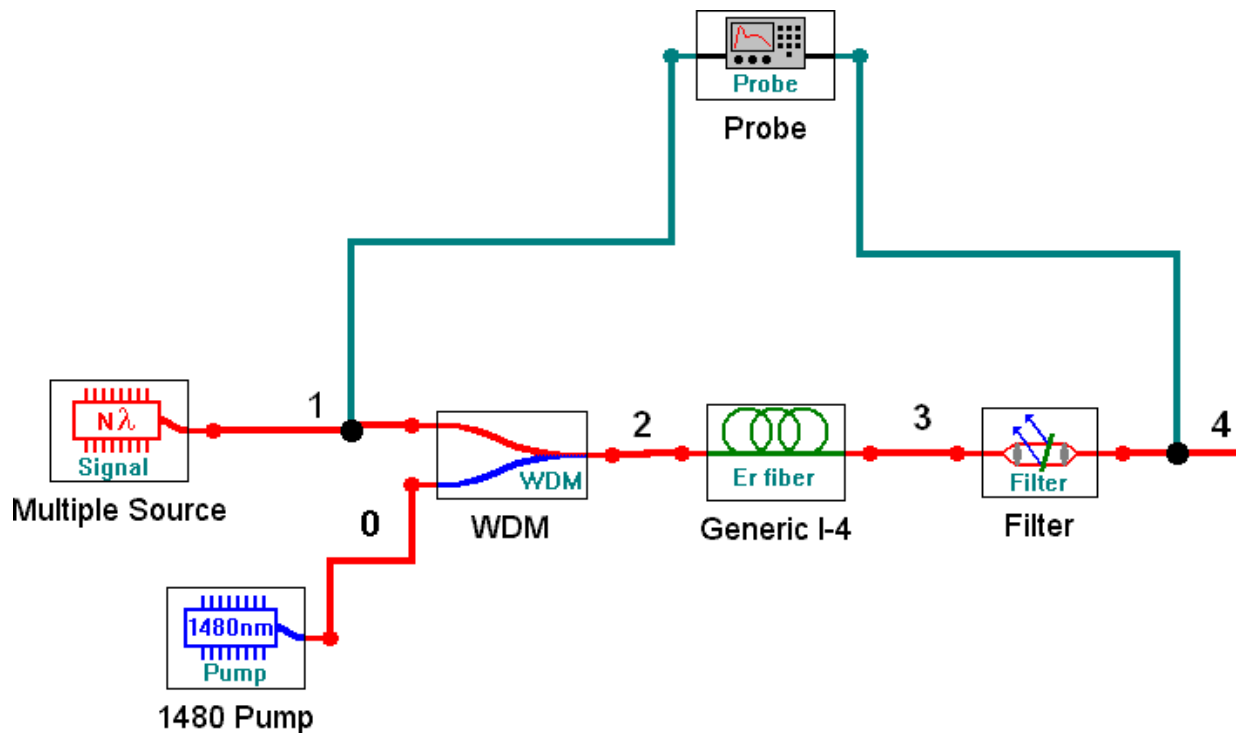

Рис. 3.1. Упрощенная схема ОУ с попутной накачкой на ОВ, легированном эрбием.
2. Соберите схему исследования эрбиевого ОУ с попутной накачкой (рис. 3.1). Установите параметры источника излучения  $N\lambda$  *signal*, оставив в диапазоне от 1520 до 1560 нм 11 длин волн с уровнем мощности  $-30$  дБм. Установите длину эрбиевого ОВ согласно табл. 2.1. Установите уровень мощности накачки 20 дБм на длине волны 1480 нм.